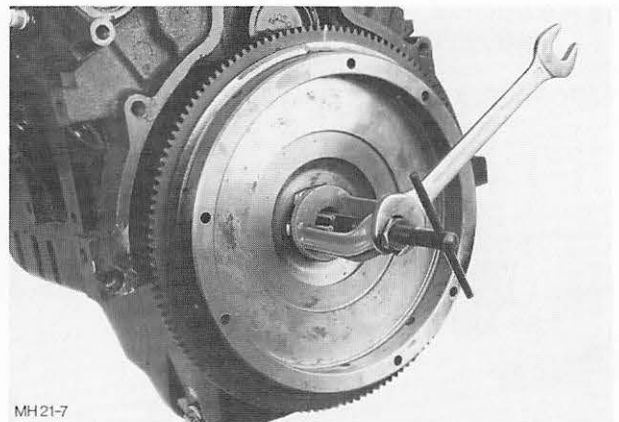

Abb. 121 Führungslager – Antriebswelle mit Spezialwerkzeug 21-037 ausziehen (C-Motor)
2. Die seitlichen Arme des Spezialwerkzeuges 21-037 hinter dem Führungslager ansetzen und durch Anziehen der Mutter Lager herausziehen. Abb. 121.